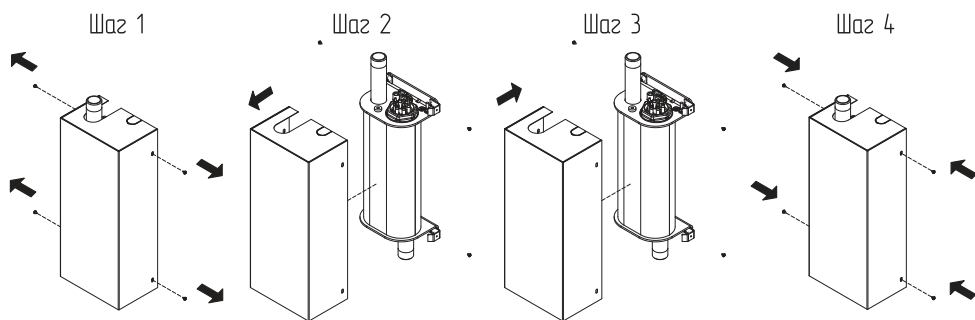

Рис.12 Демонтаж кожуха
- Подключить фазные провода к выводам блок ТЭН согласно **Рис.12;**
- При замене блок ТЭН присоединение фазных проводов к выводам блок ТЭН производить согласно **Рис.12**. Сечение кабеля указано в **Таб.1** и **Таб.2**;
- Провод нейтрالي «N» подключить на перемычку блока ТЭН (**Рис.12**).